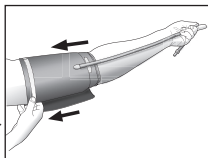

Fig. 4
3. El tubo debe seguir la longitud interna del brazo (Fig. 4).
8. El indicador de hipertensión indicará el rango de su lectura a la izquierda de la pantalla en comparación con las barras de colores en el frente del monitor, (Fig. 4). Para más información, lea Interpretación de los resultados.